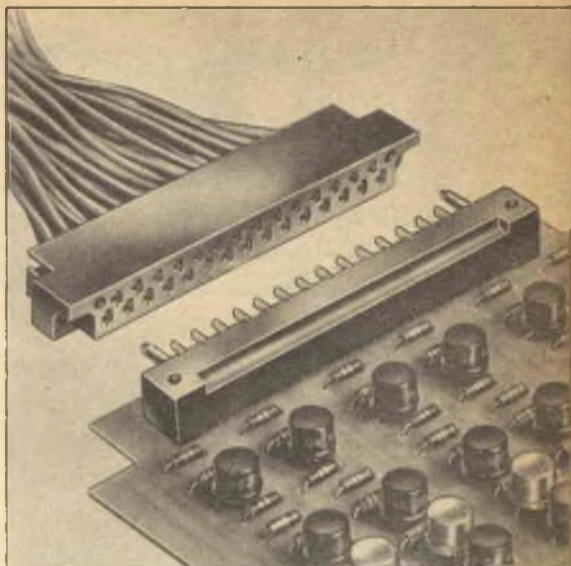

Fig. 4 - Connettore AMP-BLADE.
**Connettori** - Nell'impiego dei componenti (fig. 4) che permettano una maggiore compattezza ed un'accentuata miniaturizzazione, l'industria elettronica esige una qualità fondamentale, cioè la sicurezza.